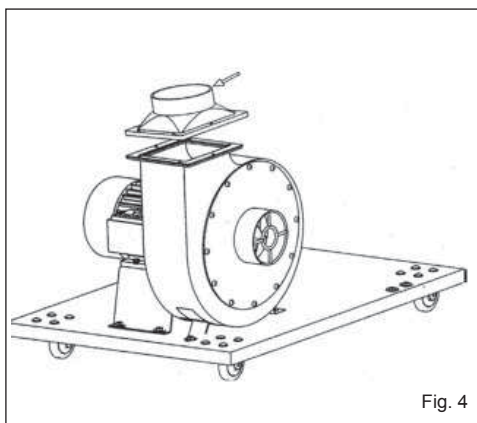

Fig. 4
3. Fijar el conjunto motor/transportador con los montantes, utilizando los respectivos tornillos, arandelas y tuercas (**Fig. 4**).